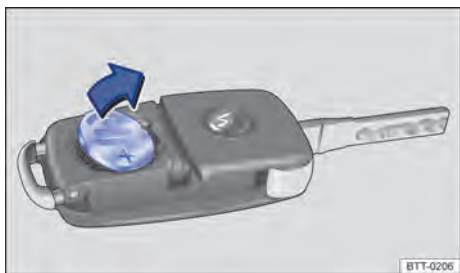

Fig. 21 Chave do veículo com comando remoto: remover a bateria.
- Remover a bateria do alojamento da bateria com uma ferramenta adequada → Fig. 21.
- Posicionar a nova bateria conforme indicado → Fig. 21 e pressionar no sentido contrário ao da seta para dentro de alojamento da bateria → ⓪.